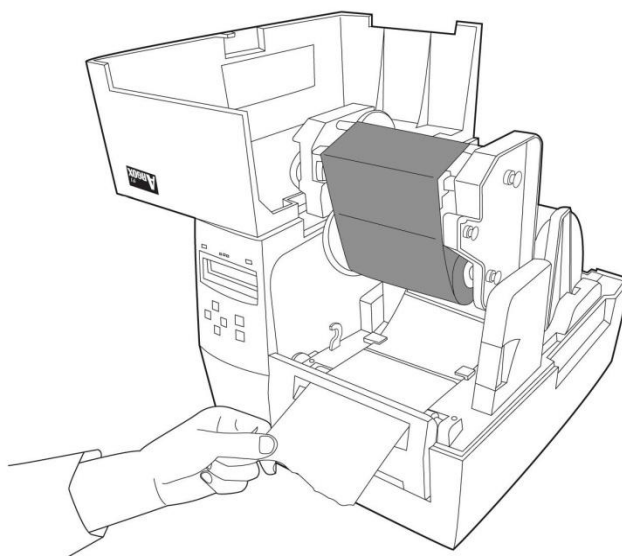

Figura 12
75. Guia a mídia sobre o rolete do reservatório de tinta (Figura 12).